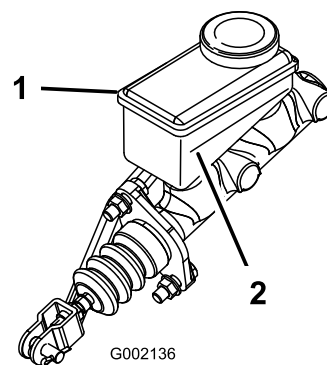

图 51
3. 观察油箱侧面的油位线 图 51。
- B. 向油箱添加 DOT 3 刹车油直至液位到达最低标志线上方 图 51。